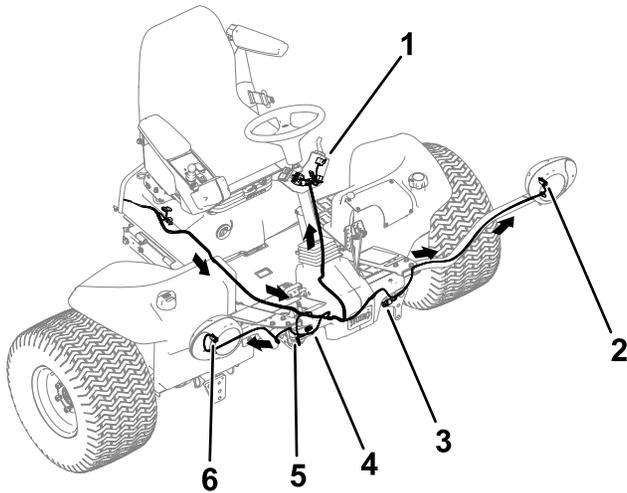

Figura 19
1. Disponete l'estremità anteriore del cablaggio preassemblato sotto la pedana dell'operatore nella parte anteriore della macchina (Figura 19).
2. Avvitare ciascun connettore del cablaggio nella relativa staffa delle luci e collegatelo al faro (Figura 19).
3. Collegare il filo del cablaggio preassemblato con i 2 connettori all'avvisatore acustico (Figura 19).
5. Collegare i connettori del cablaggio preassemblato del kit luci ai fari della copertura (Figura 19).
8. Disponete il cablaggio elettrico dirigendolo verso il gruppo della staffa del piantone sul piantone stesso (Figura 19).